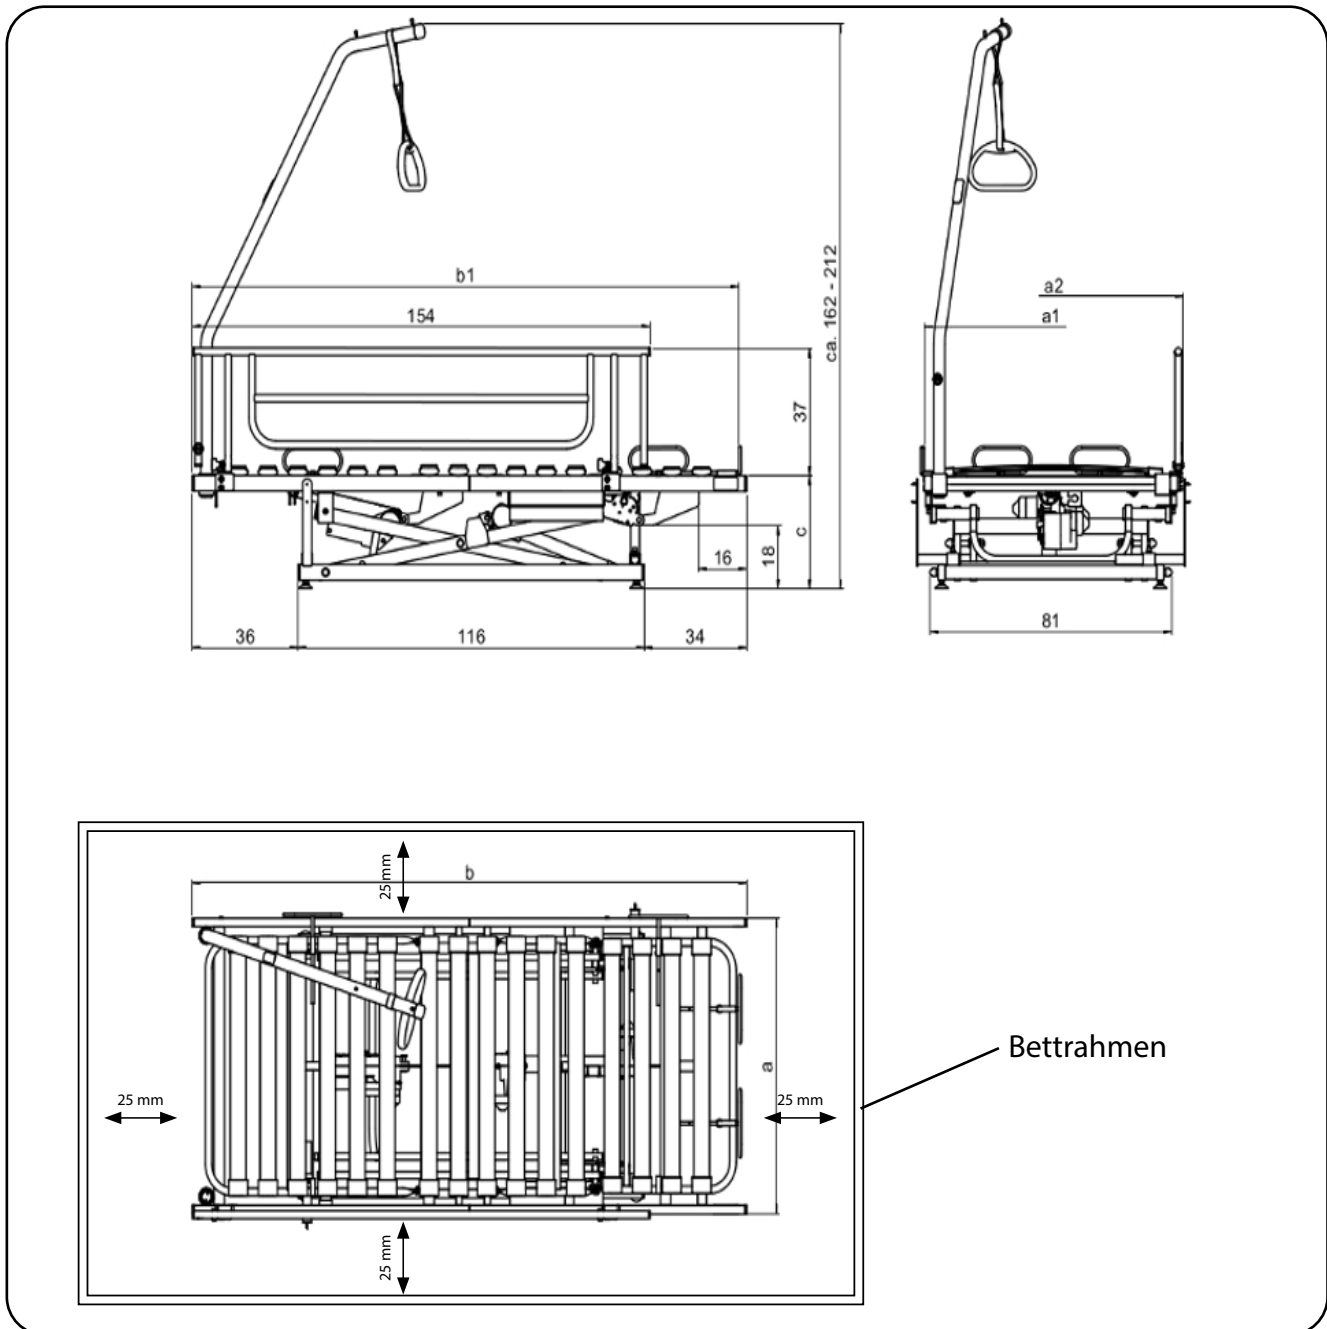

Abb. 6.1.01 - Maßskizze zur Montage in einen vorhandenen Bettkasten (in cm)
Überprüfen Sie vor der Montage anhand der Maßskizze (Abb. 6.1.01), dass das Produkt in Ihren Bettrahmen passt. Beachten Sie den geforderten umlaufenden Sicherheitsabstand von 25 mm!
1. Prüfen Sie die richtige Position des Hebeflegerahmens im Bettrahmen anhand der Maßskizze (Abb. 6.1.01/6.1.02).